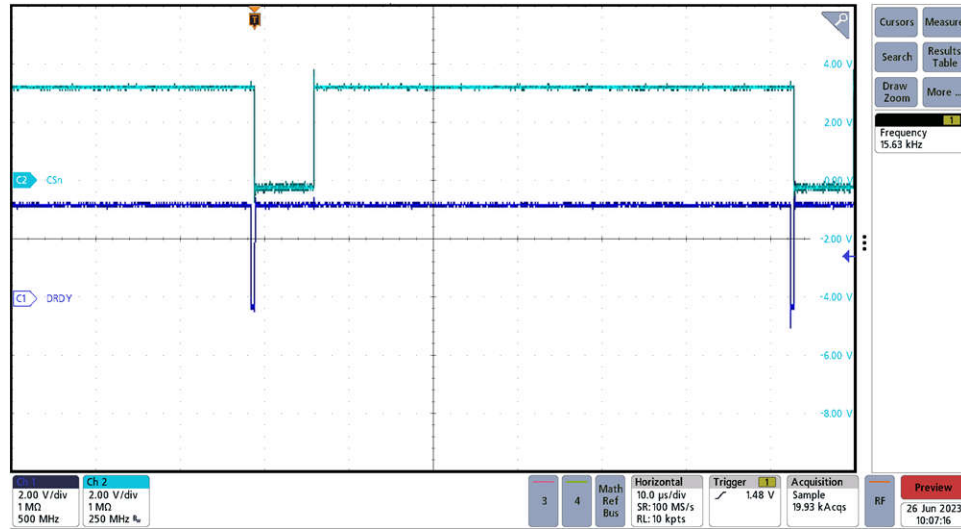

图 3-12. 外部 ADC 的 CSn 和 DRDY 信号
4. 如果频率为 15.625kHz，则使用示波器检查外部 ADC 的 **DRDY** 信号。图 3-12 显示了 MCU 运行时 **ADS131M08** 的 **DRDY** 和 **CS** 信号。